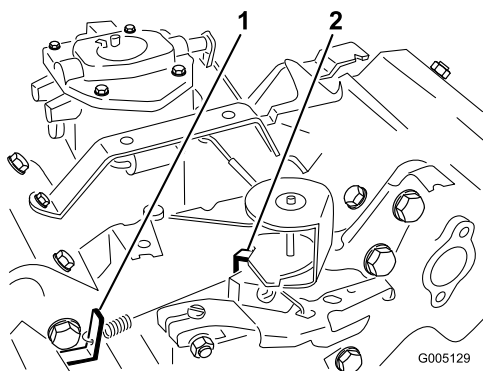

Figura 50
3. Piegate la linguetta di ancoraggio della molla regolata al minimo (Figura 50) per ottenere una minima di 1650 ± 100 giri/min. Controllate la velocità con un tachimetro.
5. Mettete il comando dell'acceleratore in posizione Fast. Piegate la linguetta di ancoraggio della molla del massimo (Figura 50) per ottenere una velocità massima di 2850 ± 50 giri/min.